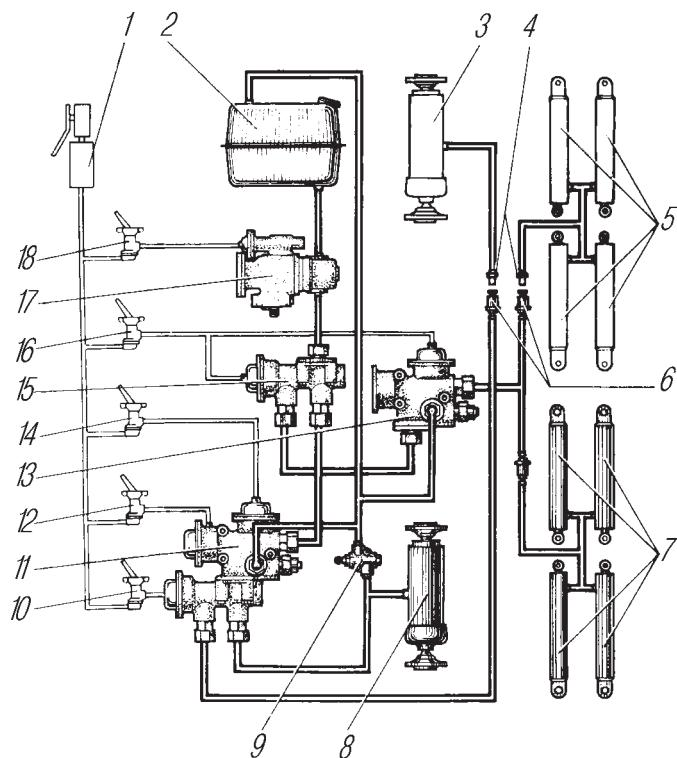
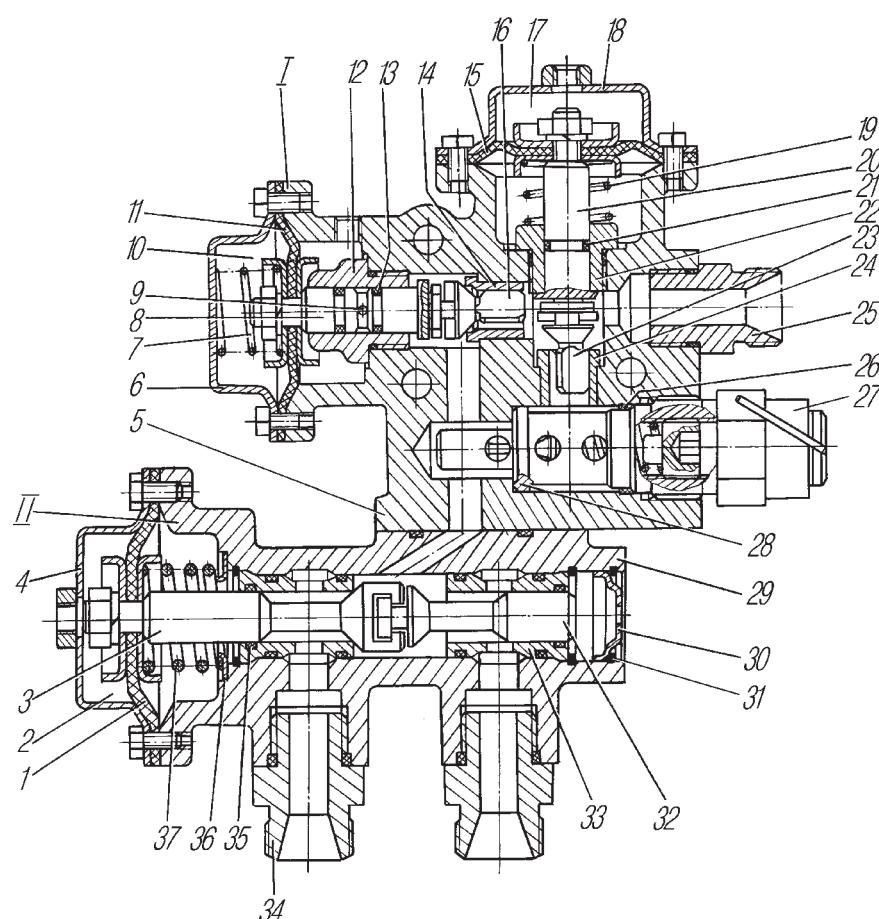
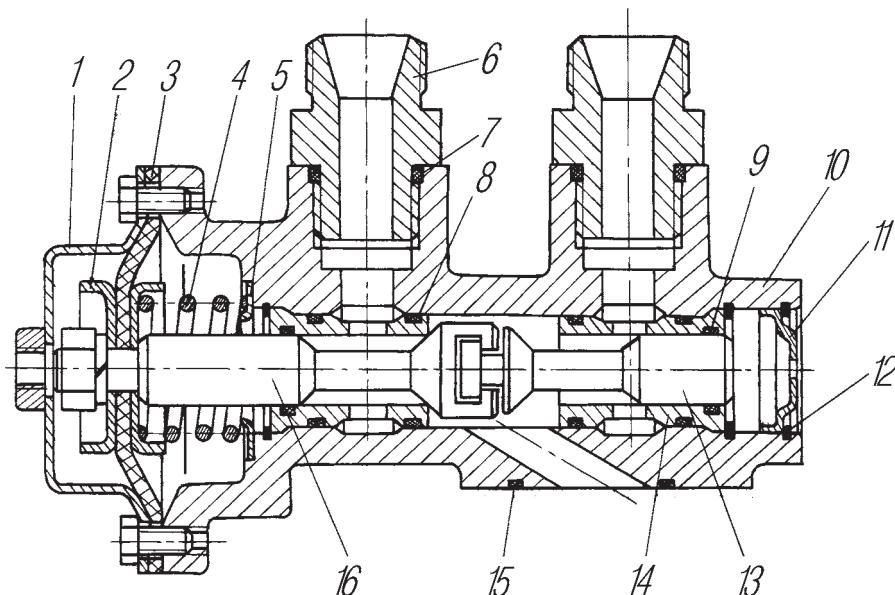
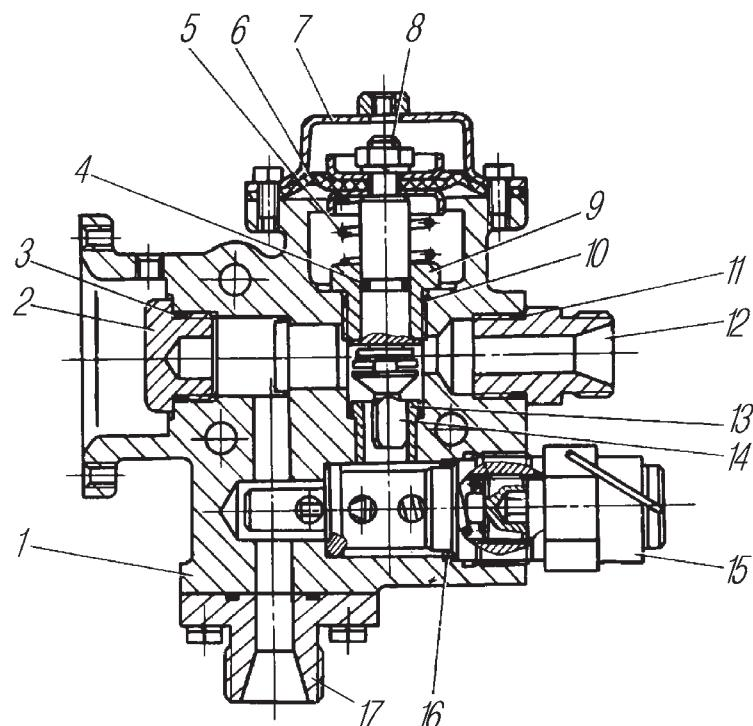

Рис. 109. Схема пневмогидравлическая самосвальной установки автомобиля Урал-5557-40:
Рис. 120. Блок гидрораспределителей:
Рис. 121. Гидораспределитель закрывания бортов платформы:
Рис. 122. Кран управления закрыванием бортов платформы:
**Механизмы самосвальной установки автомобилей Урал-5557-40** (рис. 109) обеспечивают: подъем и опускание платформы, остановку ее в любом положении, закрывание боковых бортов, автоматическое ограничение максимального угла наклона платформы, автоматическое ограничение максимального давления масла в гидросистеме. При подсоединении к гидровыводам автомобиля (см. рис. 20) гидравлической системы прицепа обеспечиваются также подъем и опускание платформы прицепа и закрывания его бортов.
**Блок гидрораспределителей** служит для управления потоком рабочей жидкости в гидросистеме и состоит из крана управления I (рис. 120) и гидрораспределителя II. В корпус 5 крана запрессованы седла 14 и 24 клапанов 16 и 23 и ввернуты штуцеры 12 и 22, служащие направляющими толкателей 8 и 20. Соединение клапанов с толкателями типа «ласточкин хвост» исключает заклинивание клапанов в седлах при несовпадении осей толкателей и седел. Толкатели соединены с диафрагмами 11 и 15, расположенными в полостях пневмокамер,
В корпусе 29 гидораспределителя установлены седла 33 с клапанами 32 и 3 и ввернуты штуцера 34. Клапан 3 соединен с диафрагмой 1 пневмокамеры, закрытой крышкой 4. Пружина 37 удерживает клапан 3 в закрытом, а клапан 32 — в открытом положении. Подвижные и неподвижные соединения уплотнены резиновыми кольцами. В нейтральном положении клапанов блока масло от насоса по трубопроводам через гидораспределитель 15 (см.рис. 109) крана управления I (см.рис. 120) и открытый клапан 23 идет на слив.
При подъеме платформы автомобиля (прицепа) гидроцилиндры закрывания бортов соединены со сливной магистралью. При закрывании бортов воздух подается одновременно в пневмокамеры крана управления и гидораспределителя (см.рис. 109). Клапан 16 (рис. 121) гидораспределителя открывается, а клапан 13 закрывается. В кране управления клапан 14 (рис. 122) перекрывает сливную магистраль, и масло поступает в штоковые полости гидроцилиндров закрывания бортов. От перегрузки механизмы защищены предохранительным клапаном 15, отрегулированным на давление 10 МПа (100 кгс/см2). Изменять регулировку при эксплуатации не допускается.
Устройство и работа крана управления закрыванием бортов платформы прицепа автомобилей Урал-55571-40 аналогичны крану управления, показанному на рис. 122.